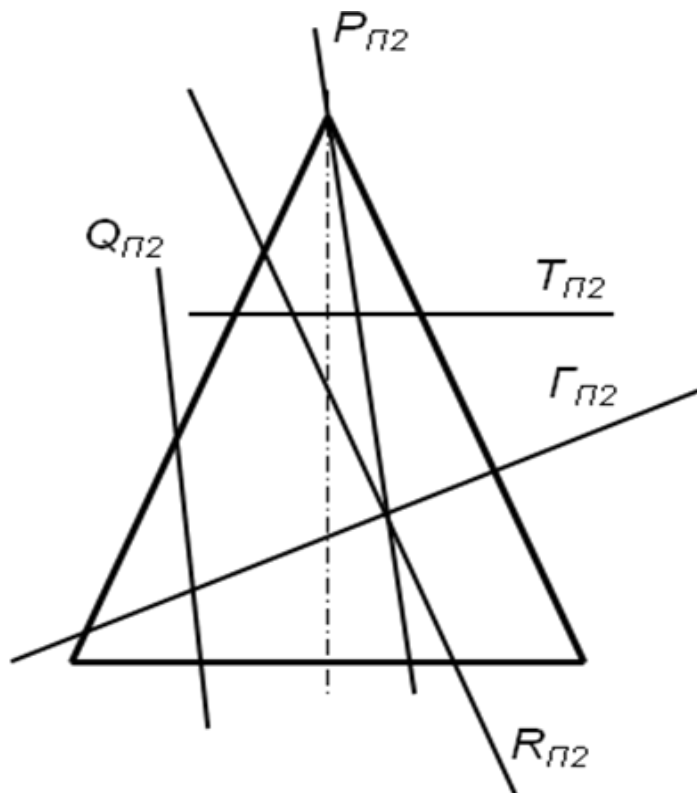

Рис. 3.2
1. Прямые (образующие), если секущая плоскость проходит через вершину конуса (рис. 3.2, плоскость P).
2. Окружность, если секущая плоскость перпендикулярна оси конуса (рис. 3.2, плоскость T).
3. Эллипс, если секущая плоскость пересекает ось конуса под углом меньше 90° , но больше угла наклона образующей конуса к оси (рис. 3.2, плоскость Γ).
4. Парабола, если секущая плоскость пересекает ось конуса под углом равным углу наклона образующей конуса (рис. 3.2, плоскость R).
5. Гипербола, если секущая плоскость пересекает ось конуса под углом большим либо равным нулю, но меньше угла наклона образующей конуса (рис. 3.2, плоскость Q).